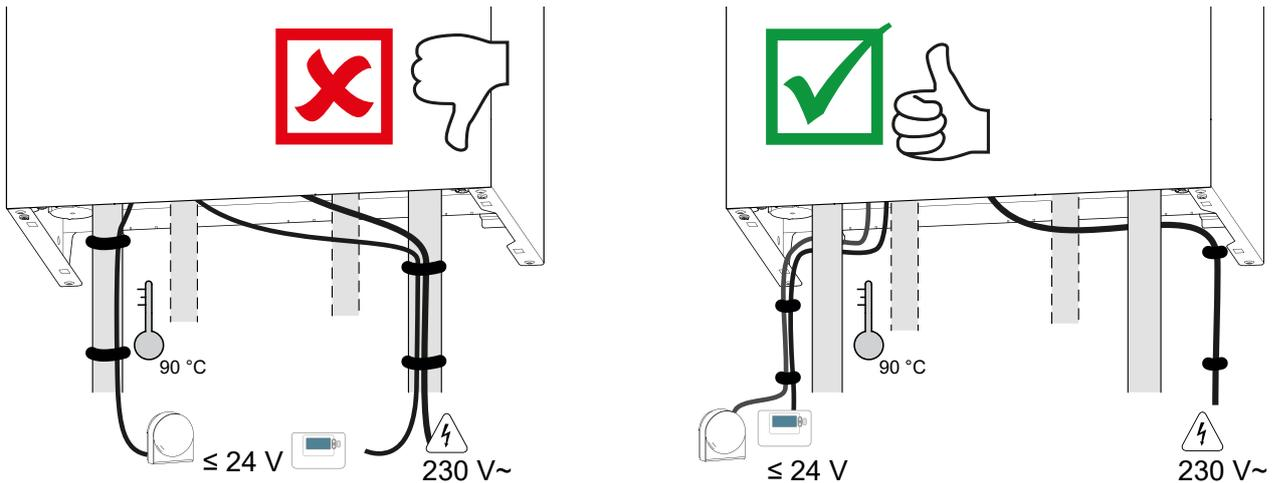

fig. 19 - Chemin de câbles
- Effectuer les raccordements suivant les schémas (fig. 19 et fig. 25, page 30).